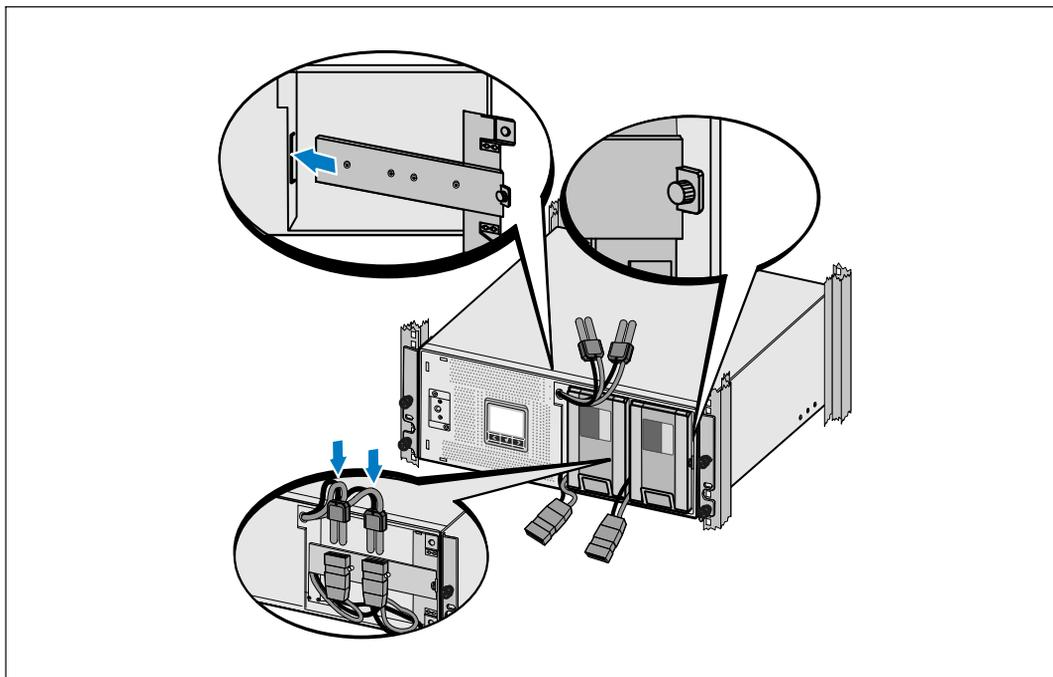

Figura 16. Sustitución de la pila de retención del soporte y conexión de la batería interna
- 9 Vuelva a colocar la batería manteniendo el soporte (consulte la Figura 16).